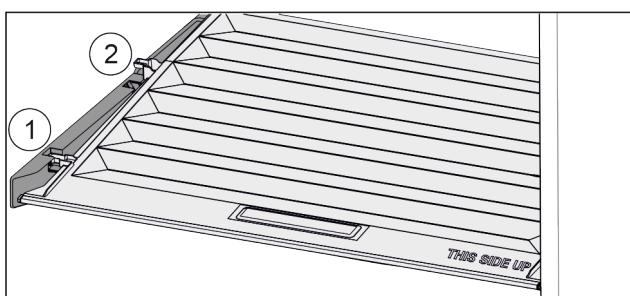

Fig. 135
- Veko potiahnite dopredu až k otvoru v prídržných dieloch Fig. 135 (1).
- Vzadu ho nadvihnite zospodu a zložte smerom nahor Fig. 135 (2).